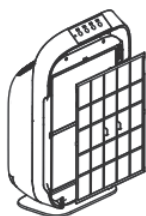

рис. 2
3. Выньте фильтр предварительной очистки (2) из очистителя воздуха. Фильтр закреплен в устройстве при помощи восьми защелок (рис. 2).